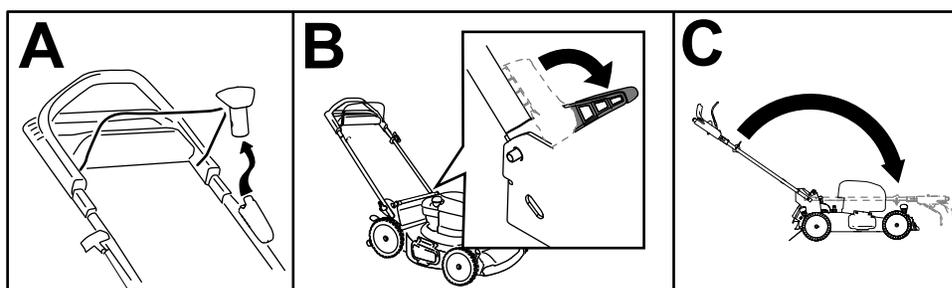

Figure 23
1. Retirez le bouton de démarrage électrique comme montré en A sur la Figure 23.
3. Déverrouillez la poignée jusqu'à ce que la moitié supérieure bouge librement (B de la Figure 23).
4. Pliez la poignée vers l'avant à la position verticale ou complètement en avant (C de la Figure 23).